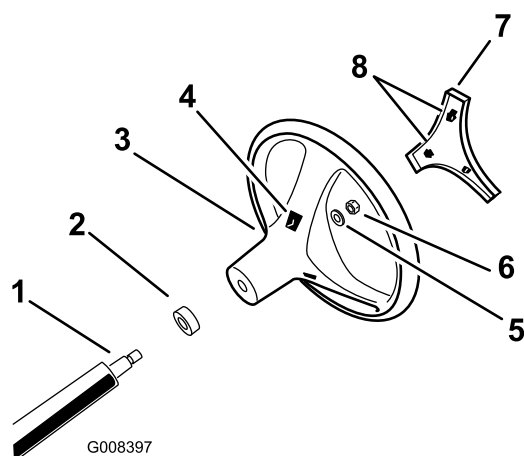

図 3
4. 図3に示すようにロックナットでハンドルを固定し、 $24.29\text{N}\cdot\text{m}$ $2.53.0\text{kg}/\text{m} = 18.22\text{ft}\cdot\text{lb}$ にトルク締めする。
5. ハンドルのセンターカバーをハンドルのスロットに合わせて押し込み、センターカバーをハンドルハブに固定する図3。